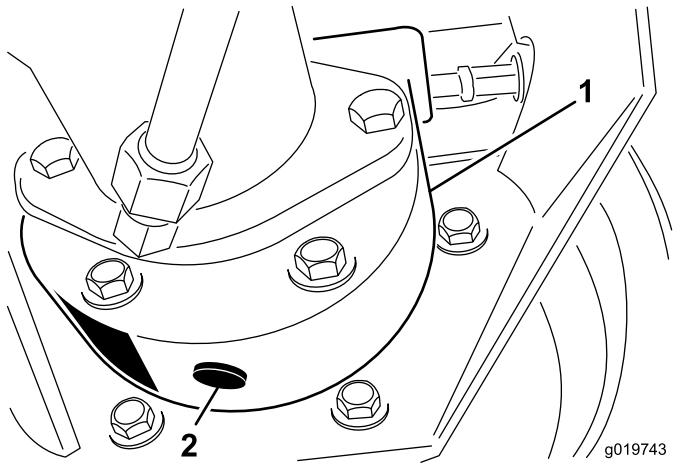

Figura 40
3. Coloque un recipiente debajo del alojamiento del freno, retire el tapón y deje que se drene el aceite (Figura 40).